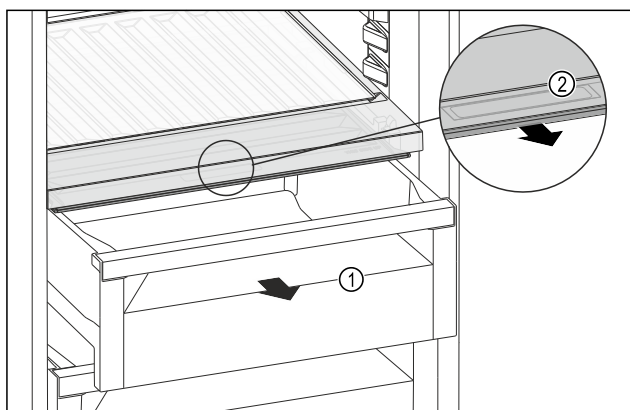

Fig. 158
- Retirer le tiroir Fig. 158 (1).
- Saisir la poignée encastrée Fig. 158 (2) du couvercle du compartiment et tirer le couvercle du compartiment par l'avant.